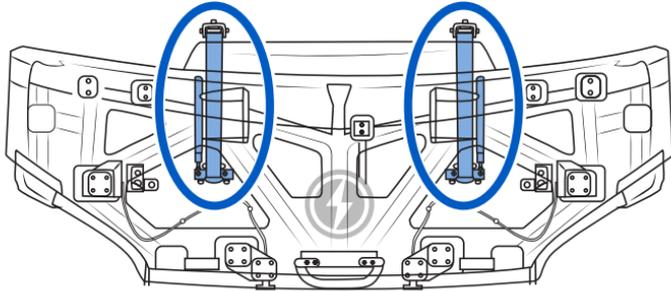

Figure 15 - Emplacement du mécanisme de sécurité du capot
5. Pour verrouiller le capot en position ouverte, poussez sur les deux bras mécanisme de sécurité (**Figure 15**).
1. Utilisez la poignée située au centre (**Figure 14**), en bordure du capot, pour pousser légèrement le capot vers le haut et tirez sur les deux bras du mécanisme de sécurité (**Figure 15**) pour les déverrouiller.